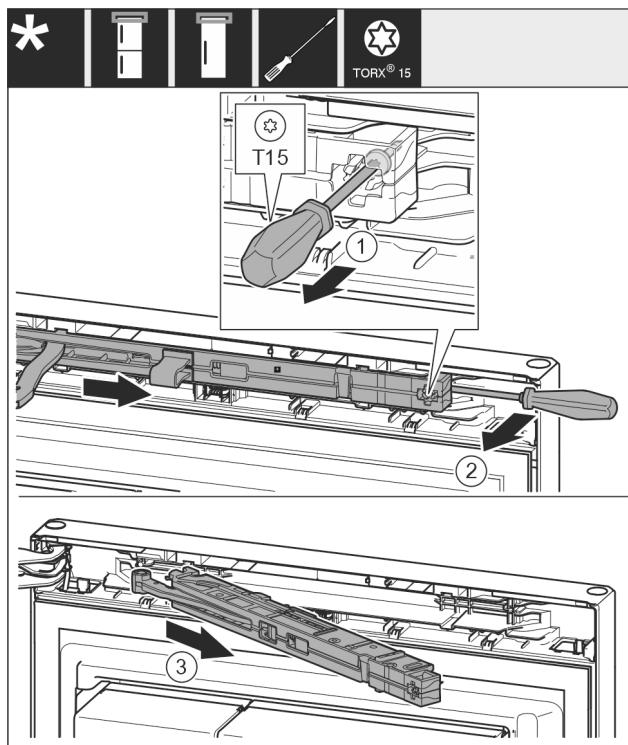

Fig. 12
- За допомогою викрутки T15 ослабте гвинт на демпферному вузлі приблизно на 14 мм. Fig. 12 (1)
- Переміщаючи викрутку з боку ручки за демпферний вузол, поверніть вузол уперед. Fig. 12 (2)
- Витягніть демпферний вузол. Fig. 12 (3)